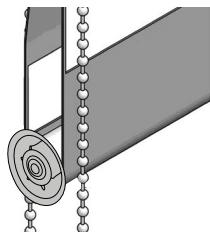

Рис.18
- 5.3. Вставить нижнюю трубку в ткань (Рис.18).